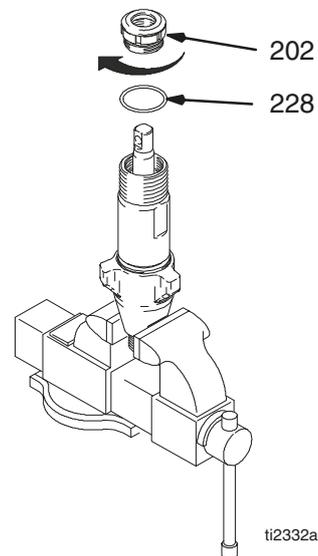

Fig. 20
Fig. 20. Dra åt tätningen och tätningsmuttern (202) på halsjusteringens distans (228) till $15,8 \pm 1,1 \text{ N}\cdot\text{m}$ ($140 \pm 10 \text{ in}\cdot\text{lb}$); ($11,3 \pm 1,1 \text{ N}\cdot\text{m}$ ($100 \pm 10 \text{ in}\cdot\text{lb}$) för 244197, 244224, 244201, 245904).